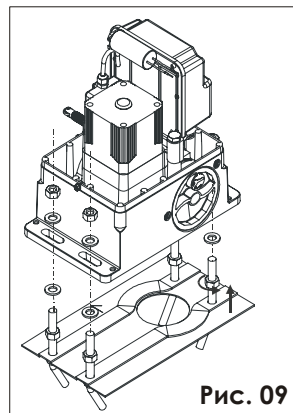

Рис. 09
2. Расположите привод на плате, используя шайбы и гайки из поставки, как показано на рис.09. Во время этой процедуры, проложите кабели через канал внутри корпуса двигателя (рис.01 поз. 9). При необходимости, два отверстия могут быть объединены.